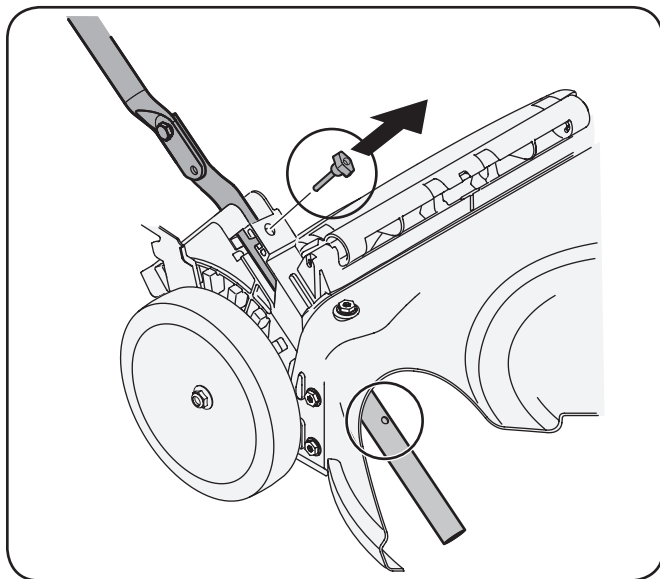
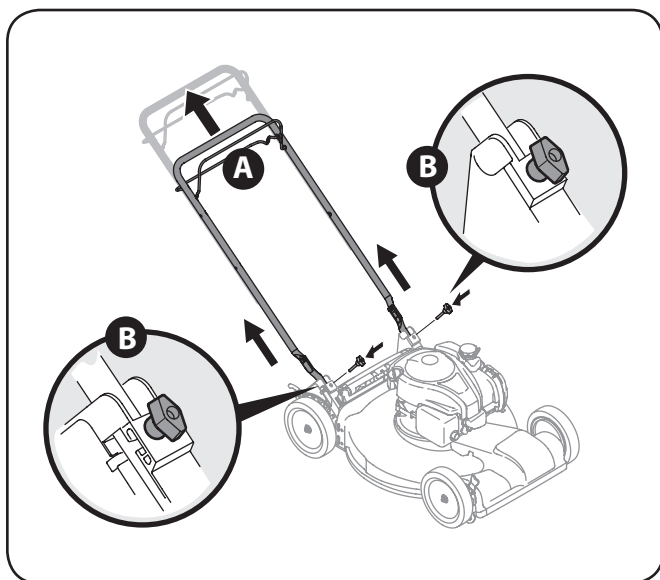

Figura 3-3
Figura 3-4
2. Retire la T-pernos de la manija entre corchetes como se muestra en Figura 3-3.
- a. Tire hacia arriba en el asa hasta agujeros en la manija (que se muestra en Figura 3-3 corte de la cubierta) se alinean con los agujeros en el mango soporte. Vea Figura 3-4.
- b. Inserte el T-pernos quitó anteriormente a través del mango corchetes y asa inferior y apriete bien para asegurar el mango en su lugar. Vea Figura 3-4.